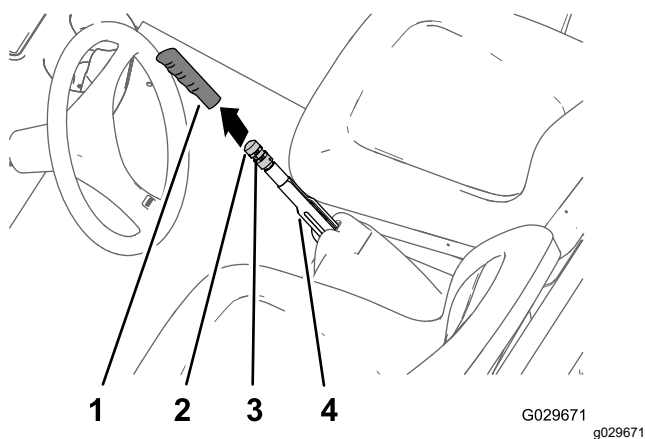

Figure 62
1. Enlevez la poignée du levier de frein du stationnement (Figure 62).
2. Desserrez la vis qui fixe le bouton de réglage sur le levier du frein de stationnement (Figure 62).
3. Tournez le bouton de réglage du frein jusqu'à ce qu'une force de 133 à 156 N (30 à 35 lb-pi) soit nécessaire pour serrer le levier du frein de stationnement (Figure 62).
4. Serrez la vis de fixation et remettez la poignée en place (Figure 62).
2. Desserrez la vis (Figure 62) qui fixe le bouton de réglage sur le levier du frein de stationnement, desserrez le frein de stationnement et desserrez le bouton de réglage.
5. Tournez le bouton de réglage du frein (Figure 62) jusqu'à ce qu'une force de 133 à 156 N (30 à 35 lb-pi) soit nécessaire pour actionner le levier du frein de stationnement.
- C. Tournez le bouton de réglage du frein (Figure 62) jusqu'à ce qu'une force de 133 à 156 N (30 à 35 lb-pi) soit nécessaire pour actionner le levier du frein de stationnement.
- Serrez la vis et remettez la poignée en place (Figure 62).